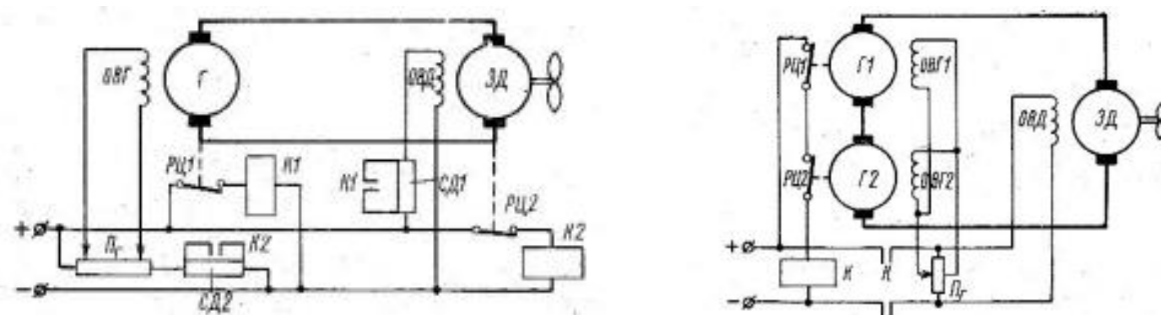

Рис.2
2. Указать элементы электрической принципиальной схемы (рис. 2), объяснить работу схемы, особенности работы данного электропривода, требования РКО